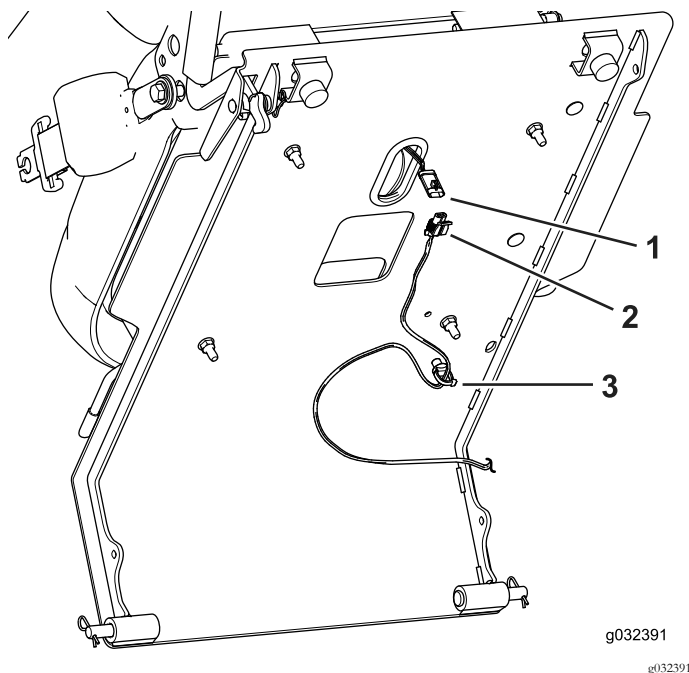

Figura 2
2. Desligue o interruptor do banco na parte inferior da plataforma do banco, da cablagem (Figura 2).
3. Retire o clipe da cablagem da parte inferior da plataforma do banco (Figura 2).